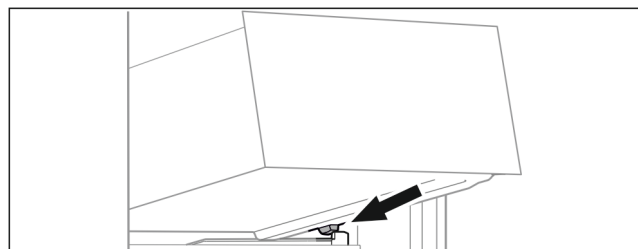

Fig. 20
- ▶ Nasadíte zásuvku šikmo za zarážky na žebrování na nádoby Fig. 20 ().